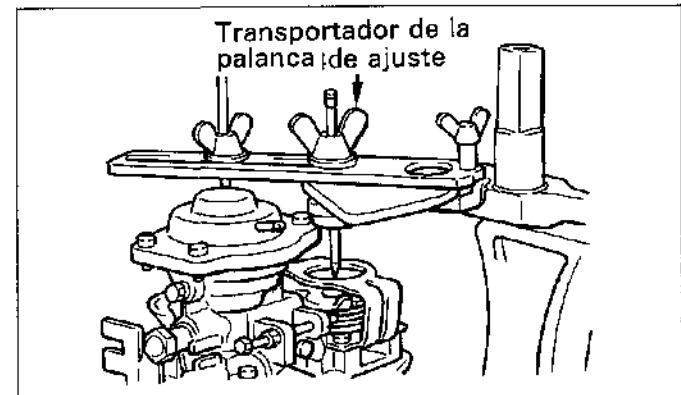

Figura.15-37
- (1) Extraiga el RPS y fije la placa del índice de ángulo ajustando el centro de la placa del índice de ángulo del transportador de la palanca de ajuste. (Vea la figura.15-37)